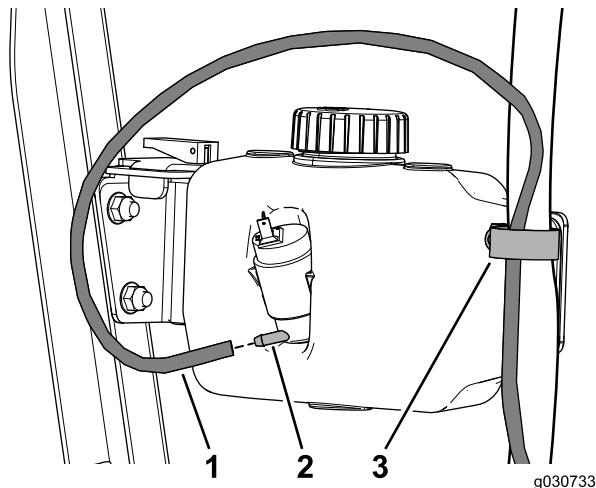

図 42
2. ウォッシャー用ホースをRクランプに通し、ウォッシャーボトルに接続する図42。